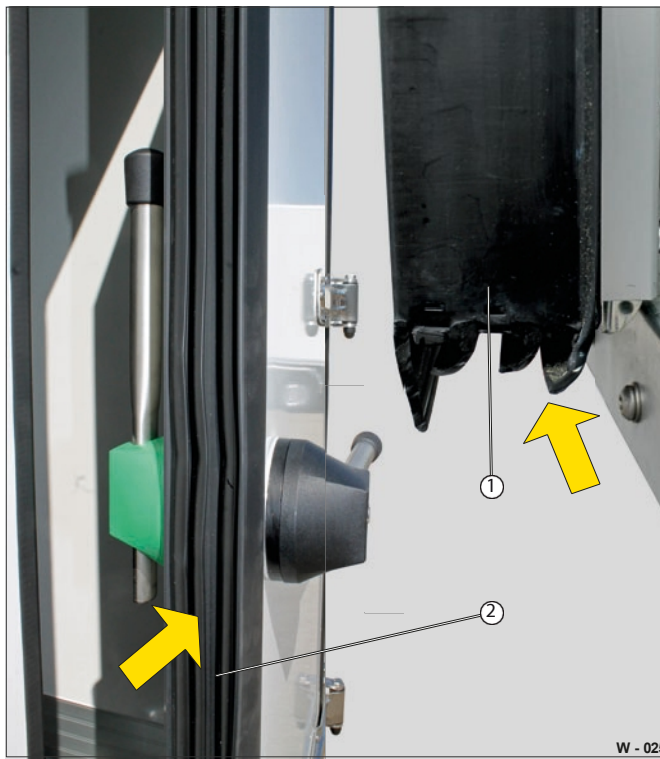

Fig. 11 Dørtætning 4-fold (Cool Trailer Profi)
- Tør den indvendige tætningsflade (fig. 11/1) og tætningslæberne (fig. 11/2) af hele vejen rundt med en fugtig klud.